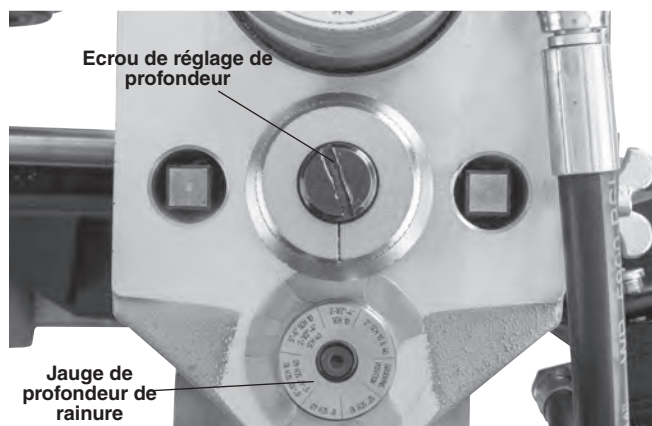

Figure 14A – Positionnement du repère de jauge de profondeur approprié sous la tête de réglage
3. Réglez la jauge de profondeur de rainure de manière à aligner le repère approprié de la jauge sous la tête de la vis de réglage (*Figure 14A*). La jauge de profondeur de rainure est calibrée pour les tuyaux. Reportez-vous à la rubrique *Réglage de profondeur de rainure pour tuyaux en cuivre* pour les tuyaux en cuivre.